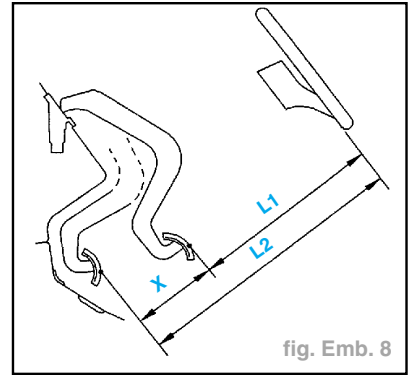

fig. Emb. 8
- Le point de mesure sur la pédale doit correspondre au point d'appui du pied du conducteur (fig. Emb. 8).